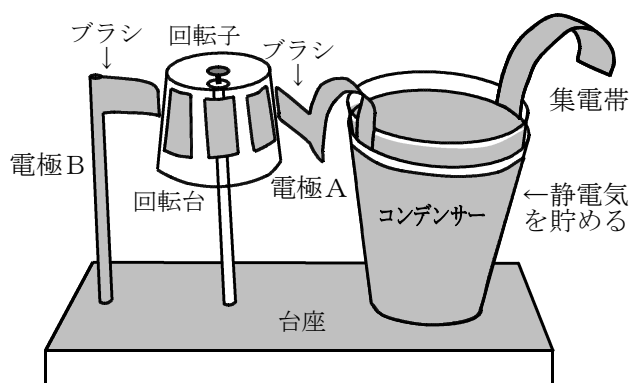

図11
- ⑦ 電極 B と回転台の棒（五寸釘）を台座に刺し回転子とコンデンサーを配置する。電極 A・B は、図 11 のようにブラシとなるアルミホイル 1 枚ができるだけ回転子に接近するように配置し、回転子との接触による摩擦をできるだけ小さくする。